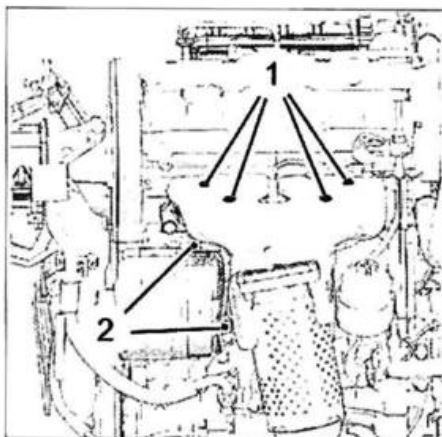

FIG. 10
- Desmontar (fig. 10):
- los 4 tornillos (1)
- los 2 tornillos (2)